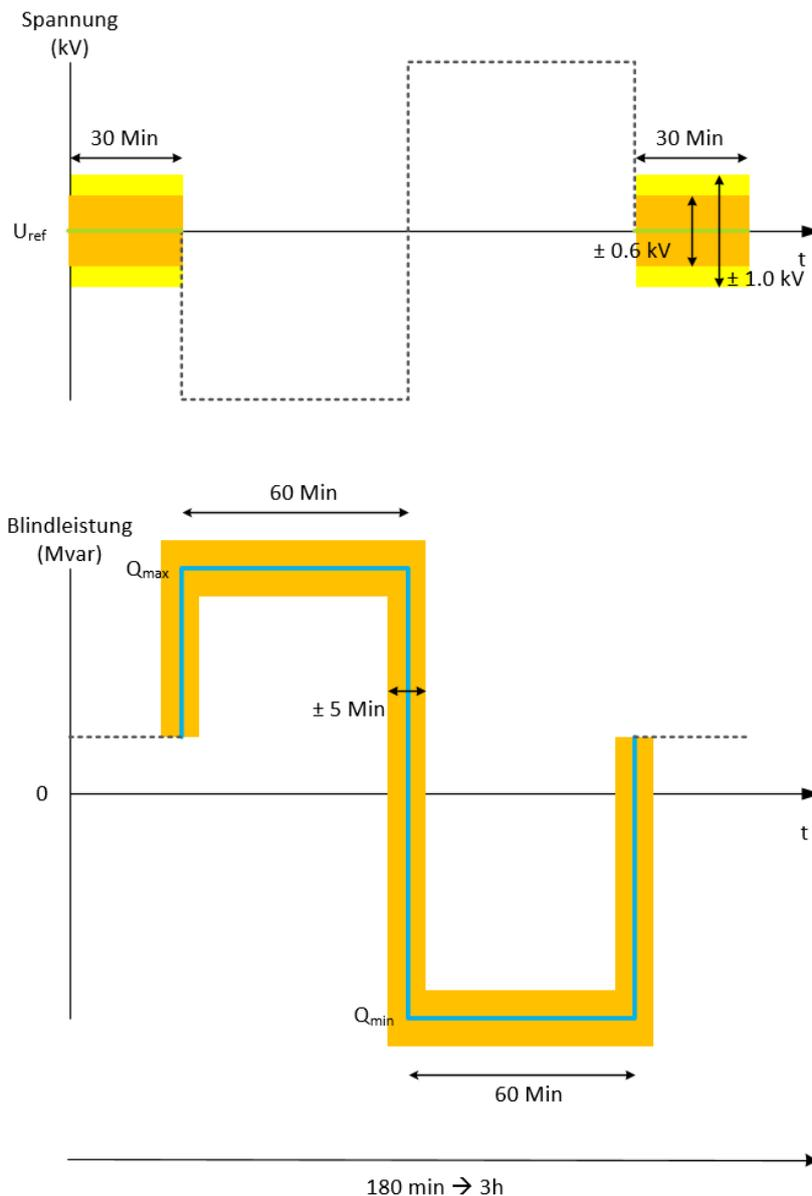

Abbildung 2: S0 B: Ausfahren des verfügbaren Blindleistungsbandes
Der Test S0 kann gemäss Abbildung 2 durchgeführt werden. Die betrieblichen Spannungsgrenzen müssen eingehalten werden. Als  $U_{ref}$  zum Start des Tests kann die Ist-Spannung verwendet werden, welche zum Zeitpunkt  $t=0$  vorliegt. Dieser Wert ist zu notieren.
- Das Profil gemäss der Testsequenz S0 B abgefahren werden kann (vergleiche Abbildung 2)